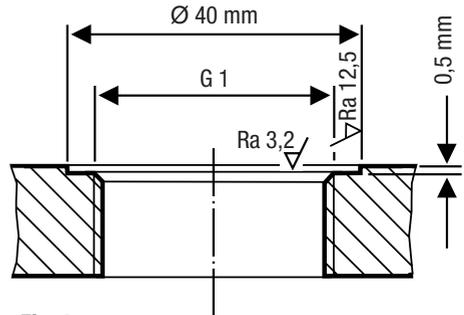

Fig. 9
- Assurez-vous que les surfaces d'étanchéité du raccord fileté du réservoir ou du couvercle sont parfaitement usinées, voir Fig. 9.
Les surfaces d'étanchéité doivent être usinées, conformément à la Fig. 9.